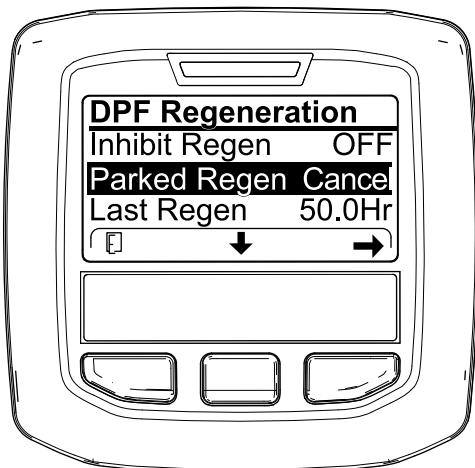

Figura 62
1. Vaya al menú de Regeneración del DPF (Figura 62).
2. Pulse el botón central para desplazarse hacia abajo a CANCELAR REGENERACIÓN ESTACIONARIA (Figura 62) o CANCELAR REGENERACIÓN DE RECUPERACIÓN (Figura 63).
3. Pulse el botón derecho para seleccionar la opción Cancelar (Figura 62 o Figura 63).